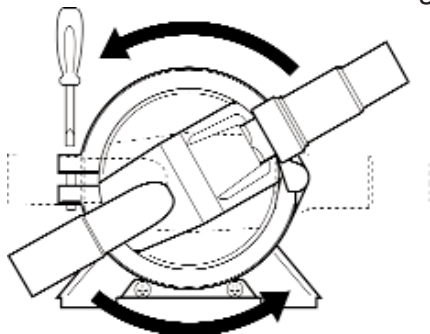

Fig 4 - Installation de la Gulper
- Fig. 4 Installation Gulper IC
NOTE La tête de pompe peut s'orienter pour s'adapter aux tuyaux. Desserrez la vis, ajustez et repositionnez la tête dans la position désirée (fig. 4) puis resserrez la vis.